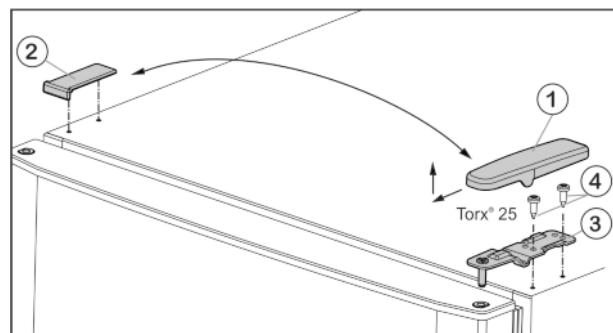

Fig. 6
- Изтеглете капака Fig. 6 (1) напред и нагоре.
- Свалете капака Fig. 6 (2).
- ▶ Развийте горната лагерна стойка Fig. 6 (3) (2 x Torx® 25) Fig. 6 (4) и издърпайте нагоре.
- ▶ Поставете горната лагерна опора Fig. 6 (3) върху новата страна на пантите във вратата.
- ▶ Затегнете горната лагерна опора **здраво** (**с 4 Nm**) (2 x Torx® 25) Fig. 6 (4). Евентуално използвайте акумулаторна отвертка.
- ▶ Поставете капака Fig. 6 (1) от срещуположната страна отвън и го фиксирайте.
- ▶ Поставете капака Fig. 6 (2) също от срещуположната страна отгоре и го фиксирайте.